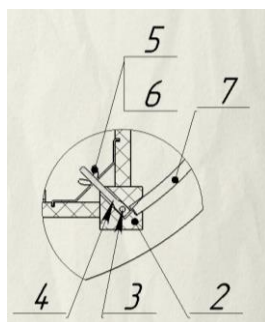

Рис. 3.
- 3.2 В пазы ног (2) вставить обечайки (7) – рис. 3.